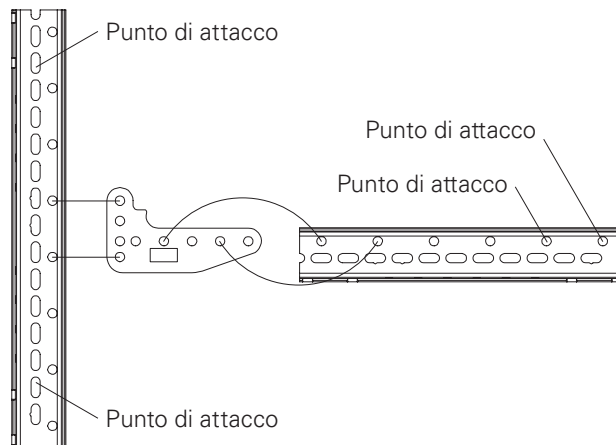

Fig. C2.01a
3. Collegare il connettore angolare SRU VARIOKIT (59) con 2x perno calibrato Ø 21 x 120 (48) e fissare con inserto a molla 4/1 (47). (Fig. C2.01a + C2.01d)
5. Collegare il corrente SRU U120, L = 0,72 m (58) con 2x perno calibrato Ø 21 x 120 (48) nei fori evidenziati del connettore angolare SRU VARIOKIT e fissare con inserto a molla 4/1 (47). (Fig. C2.01a + C2.01d + C2.01f)
6. Inserire 4x perno calibrato Ø 21 x 120 (48) per i punti di attacco e fissare con l'inserto a molla 4/1 (47). (Fig. C2.01a + C2.01g)